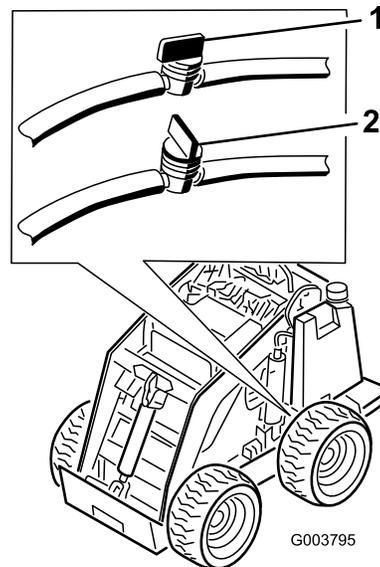

図 34
3. 燃料タンクの下にある燃料バルブを閉じる **図 34**。
10. 燃料タンクの下にある燃料バルブを開ける **図 34**。
3. 燃料タンクの下にあるホースについている燃料バルブを閉じる **図 34**。
11. 燃料タンクの下にあるホースについている燃料バルブを **図 34** に示すように開く。